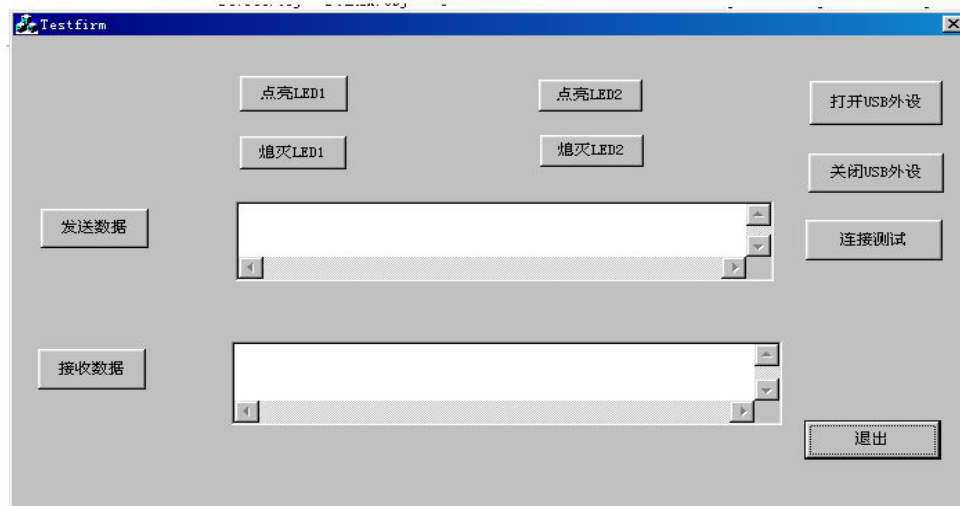

图7 PC 端软件界面图
5. 等 USB 通讯指示灯亮后，运行 PC 端应用软件，如图 7 所示：